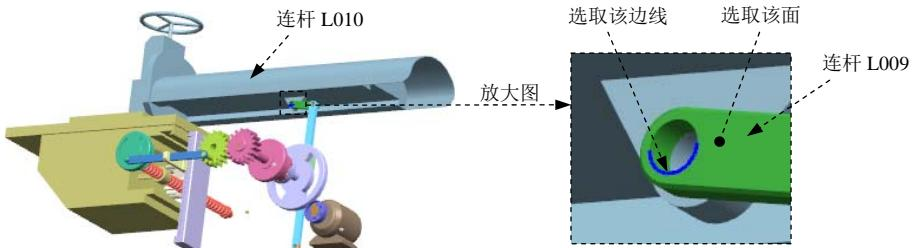

图 10.9.17 定义共线连接（二）
(1) 定义运动副类型。在“运动副”对话框**定义**选项卡的**类型**下拉列表中选择**共线**选项。
(2) 选择连杆。将连杆 L010 取消隐藏，选取图 10.9.17 所示的连杆 L009。
选项，在模型中选取图 10.9.17 所示的圆弧为定位原点参照；选取图 10.9.17 所示的面作为矢量参考面。
(4) 添加啮合连杆。在“运动副”对话框的**基本**区域中选中 **啮合连杆**复选框，单击**选择连杆 (0)**，选取图 10.9.17 所示的连杆 L010。
(5) 定义啮合连杆原点及矢量。在“运动副”对话框**基本**区域的 **指定原点**下拉列表中选取“圆弧中心” 选项，在模型中选取图 10.9.17 所示的圆弧为定位原点参照；选取图 10.9.17 所示的面作为矢量参考面。
(6) 单击**应用**按钮，完成第九个运动副的添加。